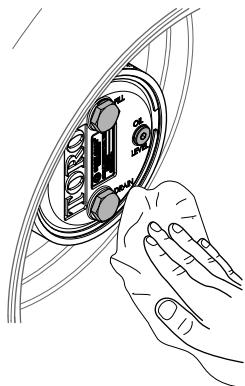

Рисунок 64
3. Начисто протрите корпуса планетарного редуктора и тормоза (Рисунок 64).